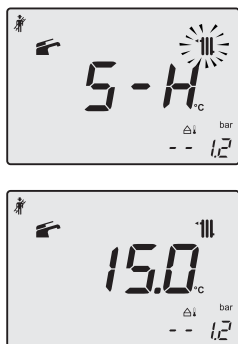

Рисунок 7.14
- При помощи кнопки 10 измените значение на **15** и нажмите для подтверждения кнопку 13. На дисплее появится символ **S-H**, сменяющийся параметром максимальной абсолютной мощности (Рисунок 7.14).